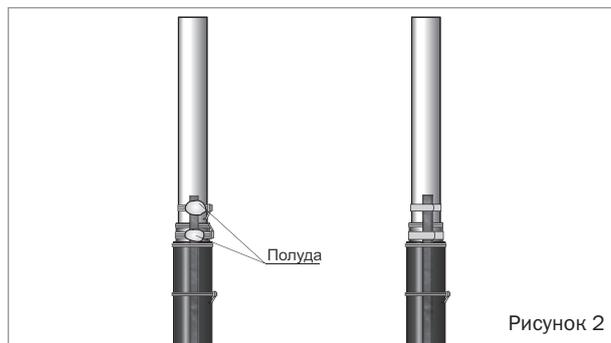

Рисунок 2
- Произвести лужение бронелент и металлической оболочки (рис.2 Полуода).